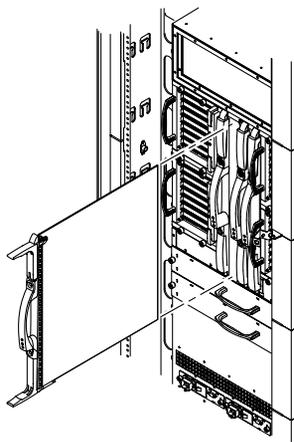

図 10-5 リピータボードの取り外しおよび取り付け — Sun Fire E6900 システム
5. ハンドルを持ち、トラックに沿ってボードをスライドさせて、カードケージからボードを取り出します (図 10-5)。
3. リピータボードを適切なスロット (スロットの場所は、10-3 ページの表 10-1 を参照) の溝に位置付け、ボードが止まるまでゆっくりと挿入します (図 10-5)。